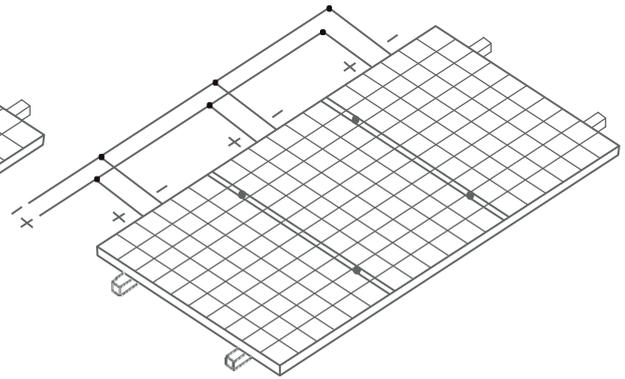

Figura 5. Conexión en paralelo
- Cuando se conecta en paralelo, la salida de corriente es igual a la suma de la corriente de cada cadena (como se muestra en la Figura 5). Se necesita un fusible para cada cadena de módulo. Consulte la normativa local. Configuraciones máximas recomendadas de módulos paralelos: Fusible nominal / (1.25 * corriente de cortocircuito).